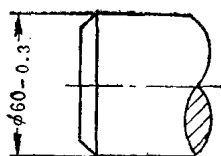

图22 负公差数值的注法
8. ———表示负的符号（即减号），如同加号的注法一样，表示这个公差数值是负数。如图 22，表示零件轴的直径是 60 毫米，加工时最小允许做到 59.7 毫米。通常应把符号和公差数字一并注在尺寸数字的右下方。